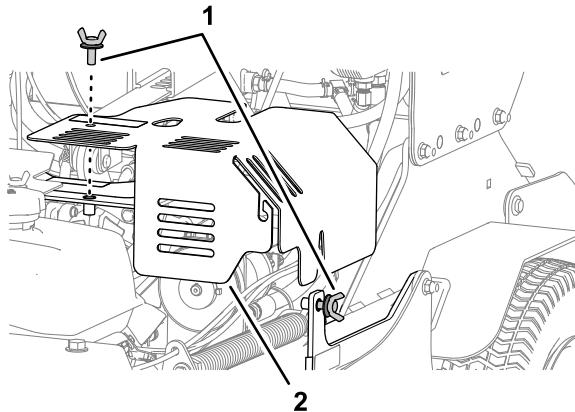

Figure 50
2. Retirez la vis à oreilles supérieure, desserrez la vis à oreilles latérale et déposez le couvercle du compartiment hydraulique gauche (Figure 50).
5. Placez le trou et la fente du couvercle du compartiment hydraulique gauche en face des supports de la machine, et fixez le couvercle avec les 2 vis à oreilles (Figure 50).